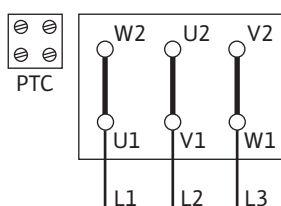

Fig. 10: Пуск Y-Δ
- Подключение к сети зависит от мощности двигателя P2, сетевого напряжения и типа пуска. Требуемое переключение соединительных перемычек в клеммной коробке можно определить по следующей таблице, а также Fig. 10, 11 и 12.